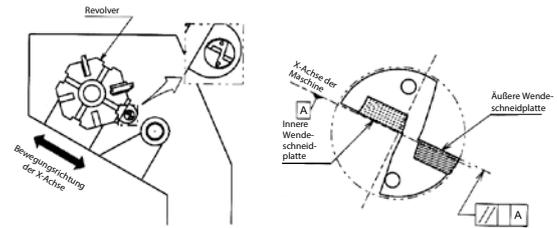
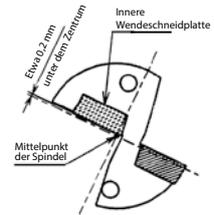

Abb. 1 Befestigung am Drehautomaten
Abb. 5 Vorderansicht des Bohrers
1. Den Korrekturwert auf der Skala des Excenterhülsenbunds an der Referenzmarkierung des Bohrers ausrichten. (Abb. 1)
2. Dazu die äußere Wendeschneidplatte gemäß Abb. 1 in Richtung Bediener weisend einstellen. (Dies kann auch durch Einstellen um 180° gedrehten Position erreicht werden). Bei Drehautomaten mit zwei Revolvern muss beim Einbau des Bohrer des unteren Revolvers die äußere Wendeschneidplatte in Richtung Bediener weisen. (Er kann auch um 180° gedreht eingebaut werden.)
Wenn die innere Wendeschneidplatte gemäß Abb. 1 eingesetzt wurde, liegt sie etwa 0,2 mm unter dem Spindelzentrum (Abb. 5) Dies ist die Normalposition der Zentrumshöhe. Der Bohrer wurde auf diese ausgelegt. Falls sich jedoch der Revolver außerhalb des Spindelzentrums befindet, kann die innere Wendeschneidplatte über dem Zentrum oder weit unter ihm liegen. Für problemloses Bearbeiten muss die die Einstellung der Zentrumshöhe sorgfältig überprüft werden.